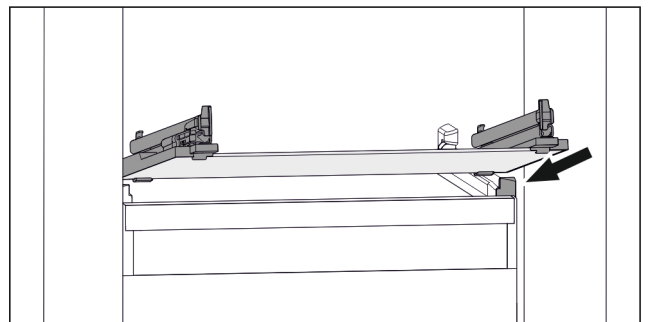

Fig. 77 Beispielhafte Darstellung der Glasplatte
- ▶ Glasplatte schräg hinter den Stopperrn aufsetzen. (zie Fig. 77)